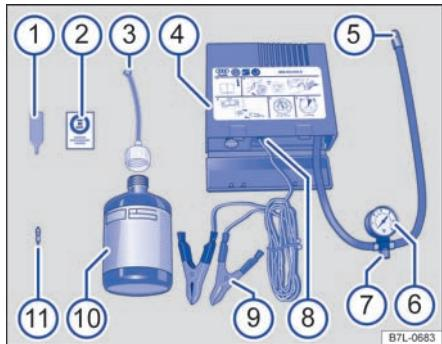
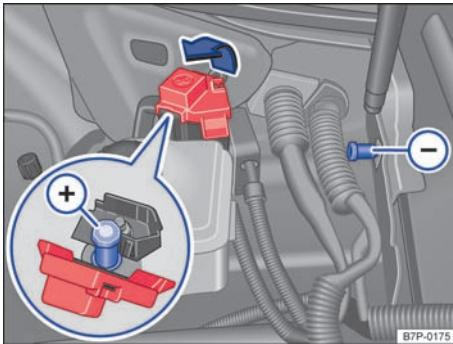

图 269 示意图：轮胎应急套件的组件
图 270 发动机舱内：用于压缩机的连接点
轮胎应急套件位于行李箱中的行李箱地板下。它由以下组件构成 ⇒ 图 269：
12. 将轮胎应急套件中的贴签 ⇒ 图 269 ② 粘贴到仪表板上驾驶员的视野范围内。
- 用气门芯扳手 **⇒ 图 269 ①** 将气门芯从轮胎气门中拧出，然后放置到干净的垫子上。
- 将补胎胶瓶 **⇒ 图 269 ⑩** 用力来回摇晃几下。
- 将充胶软管 **⇒ 图 269 ③** 顺时针方向牢固拧到补胎胶瓶上。封盖上的薄膜自动刺穿。
- 去除充胶软管 **⇒ 图 269 ③** 的封盖，将开放端插入轮胎气门。
- 将气门芯用气门芯扳手 **⇒ 图 269 ①** 重新拧入轮胎气门中。
- 将空气压缩机的轮胎充气软管 **⇒ 图 269 ⑤** 牢固拧到轮胎气门上。
- 检查泄压螺钉 **⇒ 图 269 ⑦** 是否已拧紧关好。
- 将电缆夹钳 **⇒ 图 269 ⑨** 只夹到发动机舱内的辅助启动接点上 **⇒ 图 270**。将压缩机电缆的红色夹钳连接到正极 **(+)** 上，黑色夹钳连接到负极 **(-)** 上。
- 通过开机/关机开关 **⇒ 图 269 ⑧** 接通空气压缩机。
- 让空气压缩机运行，直至达到 2.5~3.0 bar (36~44 psi/250~300 kPa) **⇒ ⚠**。最大运行时间 8 分钟 **⇒ ①**。
重新连接轮胎充气软管 ⇒ 图 269 ⑤，然后在胎压表 ⑥ 上读取胎压。